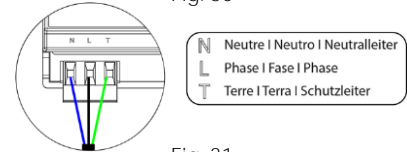

Fig. 31
Il collegamento per l'alimentazione elettrica al modulo avviene mediante un morsetto a 3 pin ①. Fissare i cavi con le viti del morsetto rispettando la sua polarità (Fig. 31).